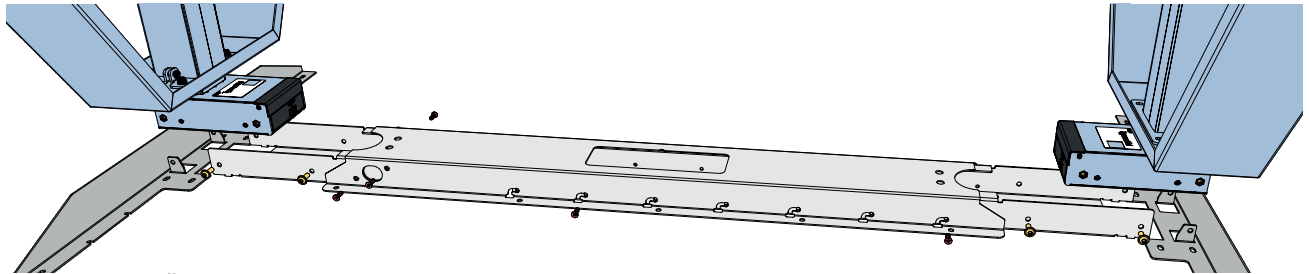

Abbildung 2: Übersicht zweibeiniges Tischgestell mit Teleskoptraverse
- 4. Legen Sie die teleskopierbare Traverse so auf die Tischplatte bzw. Montagefläche - Sehen Sie Abbildung 2. Platzieren Sie dabei bereits das Steuergerät in der Traverse und stellen Sie sicher, dass die Motorverbindungskabel zwischen Hubsäulenmotor und Steuerung an den richtigen Enden der Traverse herausragen.
3. Legen Sie die teleskopierbare Traverse auf die Montagefläche - Sehen Sie Abbildung 2. Platzieren Sie dabei bereits das Steuergerät in der Traverse und stellen Sie sicher, dass die Motorverbindungskabel zwischen Hubsäulenmotor und Steuerung an den richtigen Enden der Traverse herausragen.